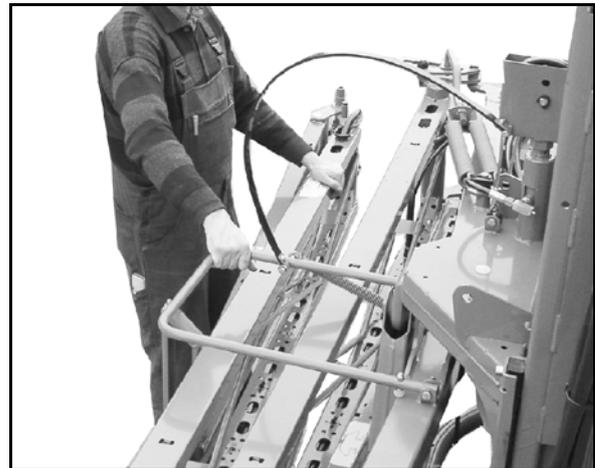

Fig. 77
1. Déverrouillez la sécurité au transport en relevant l'étrier (Fig. 77).